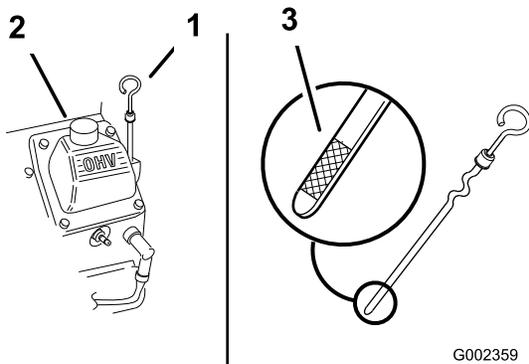

Bild 20
3. Reinigen Sie den Bereich um den Ölpeilstab (Bild 20), damit kein Schmutz in den Einfüllstutzen gelangen und den Motor beschädigen kann.
4. Schrauben Sie den Ölpeilstab heraus und wischen Sie das Metallende ab (Bild 20).
5. Schieben Sie den Ölpeilstab vollständig in den Einfüllstutzen (nicht in den Einfüllstutzen einschrauben) (Bild 20).
6. Gießen Sie ca. 80 % der angegebenen Ölmenge langsam in den Einfüllstutzen (Bild 20).